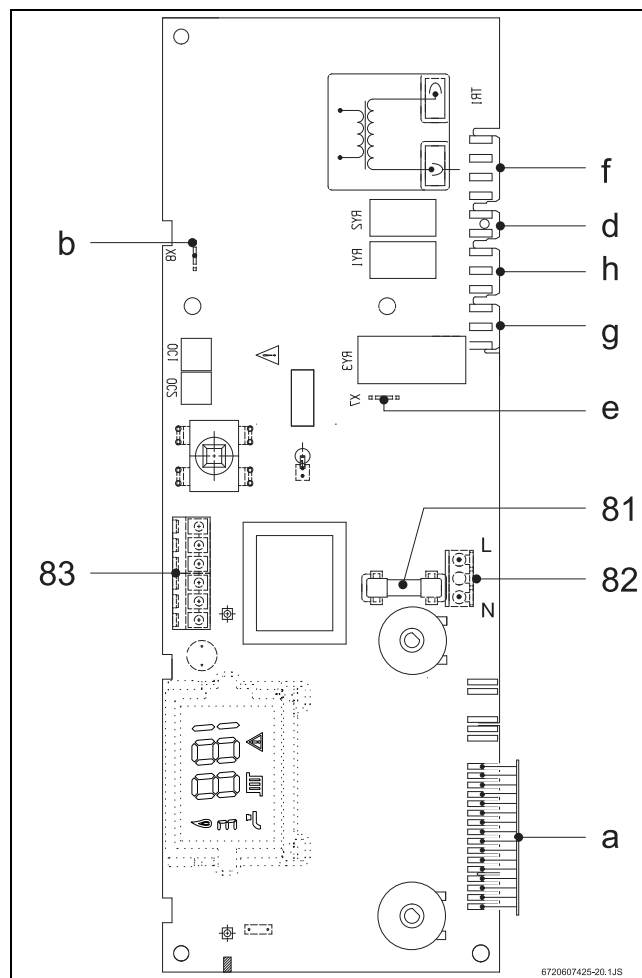

Рис. 18
- ▶ Удалить перемычку между 1 - 4 (рис. 18, поз. 83).